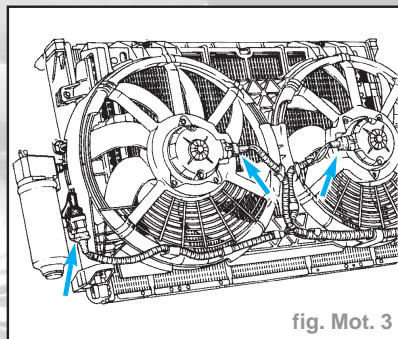

fig. Mot. 3
- Débrancher le câblage électrique au niveau des moteurs de GMV, du manoccontact trifonctions de climatisation et du thermocontact radiateur. Dégager le câblage (fig. Mot. 3).